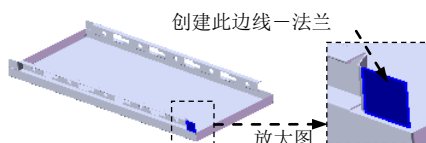
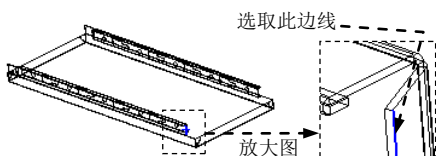

图 17.6.49 创建边线—法兰 20
图 17.6.50 定义特征的边线
Step24. 用相同的方法创建另一侧的边线一法兰 20 (图 17.6.49), 边线法兰的边线如图 17.6.50 所示。详细操作过程参见 Step20。